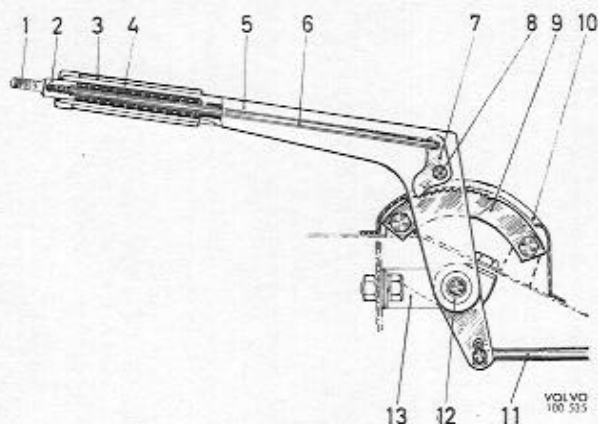

Abb. 51 Handbremsteile
2. Splint entfernen und Bremsseilzug strecken, damit Zugstange (11, Abb. 51) vom Hebel abgenommen werden kann. Konsole (13) abnehmen.
5. Sicherungsschraube abschrauben und Bügel (1, Abb. 51) sowie Knopf (2) abnehmen. Fe-
6. Die neuen Teile in umgekehrter Reihenfolge einbauen, siehe Abb. 51. Darauf achten, daß der Niet ordentlich festsetzt ohne daß die Bewegung der Sperrklinke behindert wird. Buchse mit einem dünnen Lager Fett einschmieren. Nicht vergessen die Zugstange zu sichern. Die Gummibuchse an der Welle soll richtig abdichten.